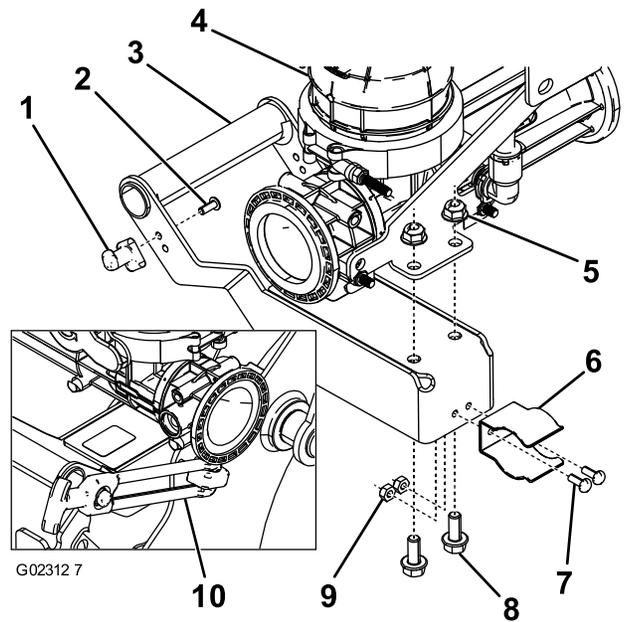

Bild 10
1. Befestigen Sie die Riegelstrebe mit einer Sechskantschraube am Ejektorgriff (Bild 10).
2. Befestigen Sie den Riegelgriff mit zwei Sechskantschrauben am Hauptstützrahmen (Bild 10).
3. Befestigen Sie den Griff mit zwei Bundkopfschrauben und Bundmuttern am Ejektor (Bild 10).